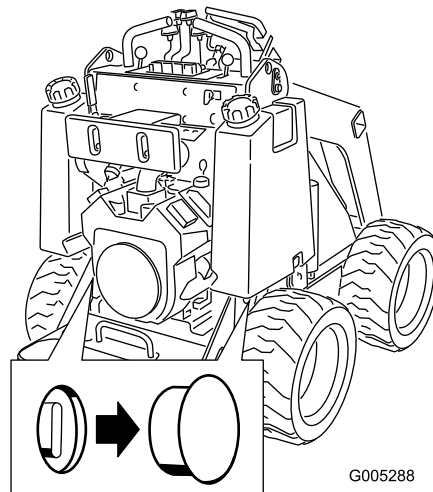

Figure 10
2. Enlevez l'obturateur de chaque vanne de remorquage située sous chaque réservoir de carburant (Figure 10).